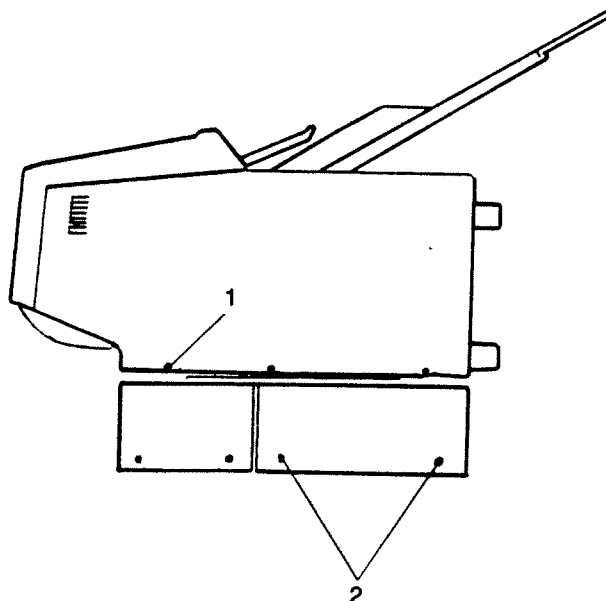

Bild 21. Demontering, lysrörsbyte
Vid byte, se avsnitt 5.4.10. Samtliga skruvar 1, 2, 3, bild 21 lossas och telefaxen lyfts av.
5. Lossa de två främre skruvarna, pos 1 bild 21, en på varje sida som håller fast den främre plåten under maskinen.
6. Lossa de fyra skruvarna, pos 2 bild 21, två på varje sida.